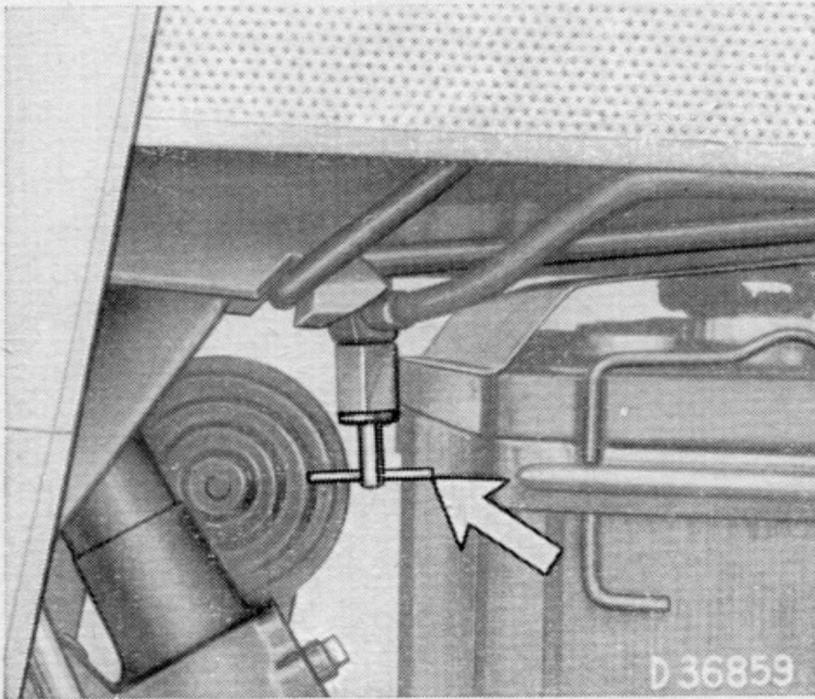

Bild 52. Kraftstoff-Absperrventil
- a) Kraftstoffabsperrenventil (Bild 52) ganz öffnen.